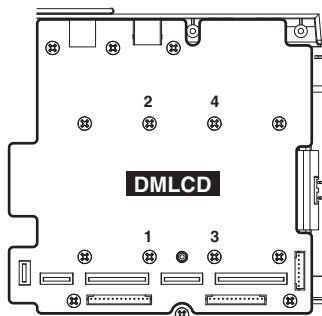

Fig. 4 (図4)
* **When installing the DMLCD circuit board, tighten the screws 1 through 4 in that order as shown in Fig 4 and then the remaining screws. (Fig. 4) If the DMLCD circuit board is replaced, execute the "Factory Set" in the test program.**
※ **DMLCD シートを取り付けるときは、図 4 の番号 1 ~ 4 の順にネジを締めてからほかのネジを締めてください。(図 4) また、DMLCD シートを交換した場合は、テストプログラムの "Factory Set" を実行してください。**